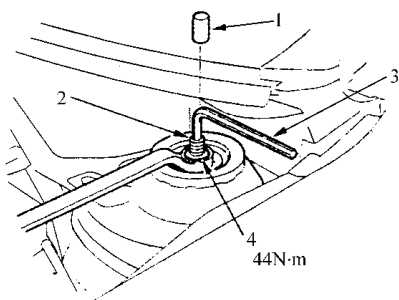

图 6-35 拆卸 M12 螺母
5) 如图 6-35 所示, 使用六角扳手, 夹紧减振器轴, 然后松开 M12 螺母。